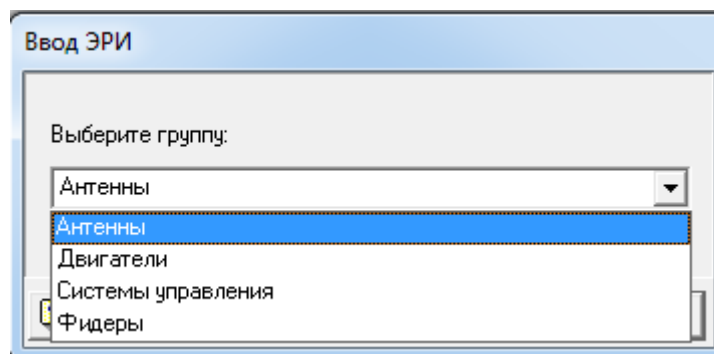

Рис. 3.28 Выбор группы
- В появившемся окне «Ввод ЭРИ» (см. рис. 3.28) выберите из списка ту группу, к которой относится Ваш ЭРИ.